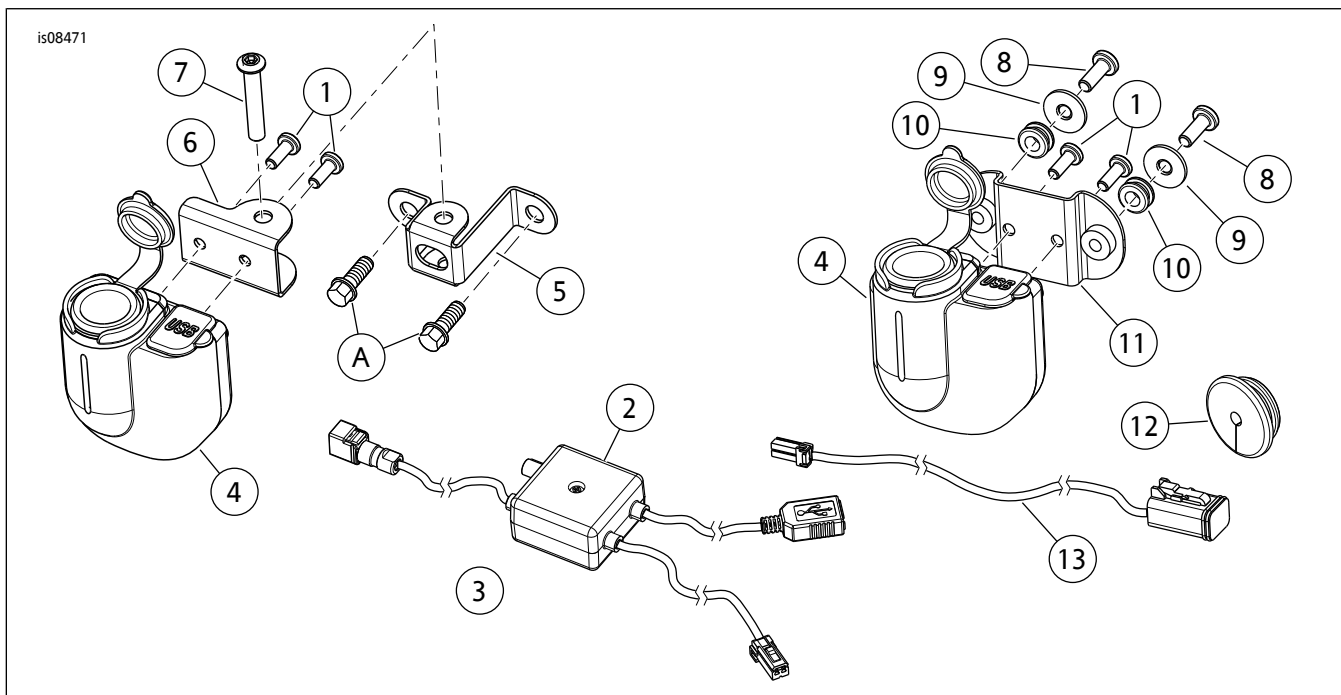

图7。维修零件：USB/电源插座
参见图7和表1。
13. 参见图7。将线缆( 13) 安装至附件插头。参见维修手册。